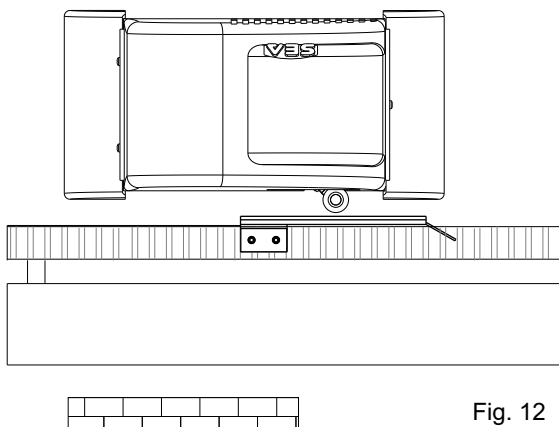
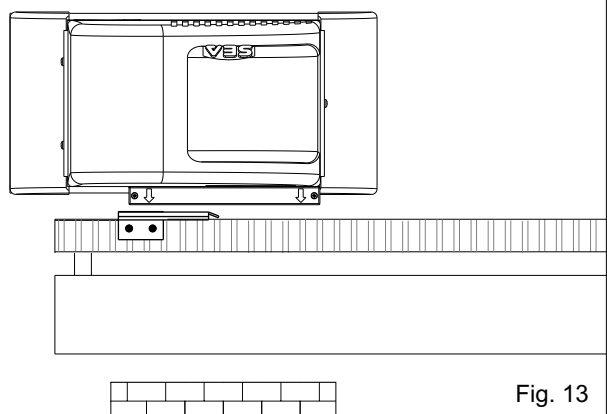

Fig. 12
Fig. 13
- Posizionare la piastrina sulla cremagliera in modo da avere il finecorsa (levetta in caso di finecorsa meccanico (Fig. 12); freccette di indicazione poste nella parte superiore in caso di finecorsa induttivo (Fig. 13)) in corrispondenza del punto X che si trova a 50 mm dal lato piegato della piastrina (fig. 14) e fissarla con le viti in dotazione (Fig. 15).